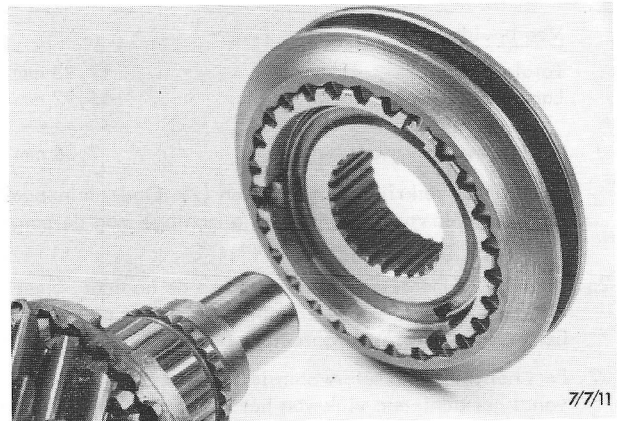

Fig.143 Complete synchro voor 3e/4e versnelling op de as schuiven.
31. Schuif de complete synchro voor de 3e/4e versnelling op de hoofdas, de lange naaf naar voren; monteer de borgveer (fig.143).